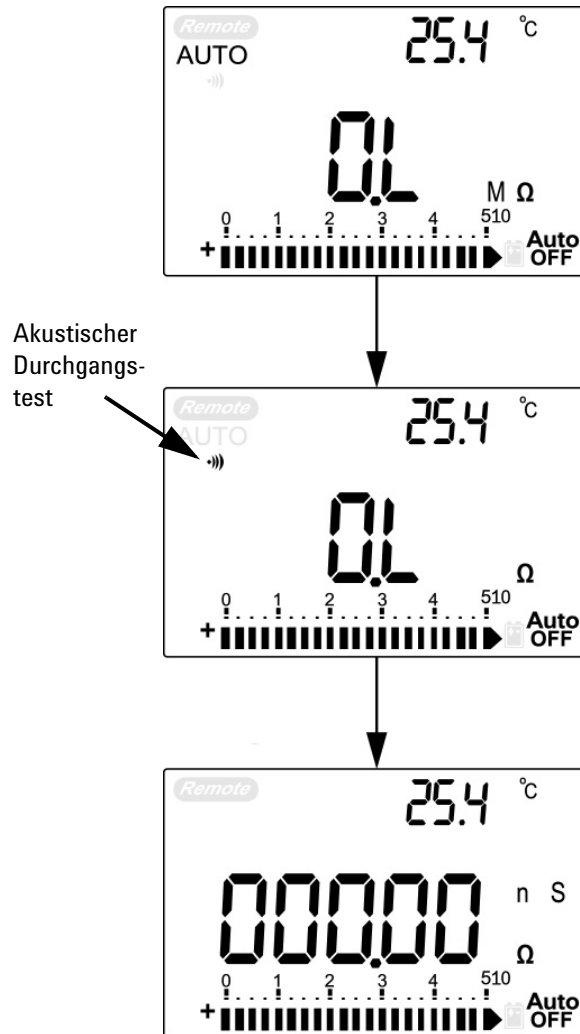

Abbildung 10 Akustischer Durchgangstest, Leitfähigkeit und Widerstandstest
- 4 Drücken Sie , um durch akustischen Durchgangstest, Leitfähigkeit und Widerstandstest, wie in **Abbildung 10** dargestellt, zu wechseln.